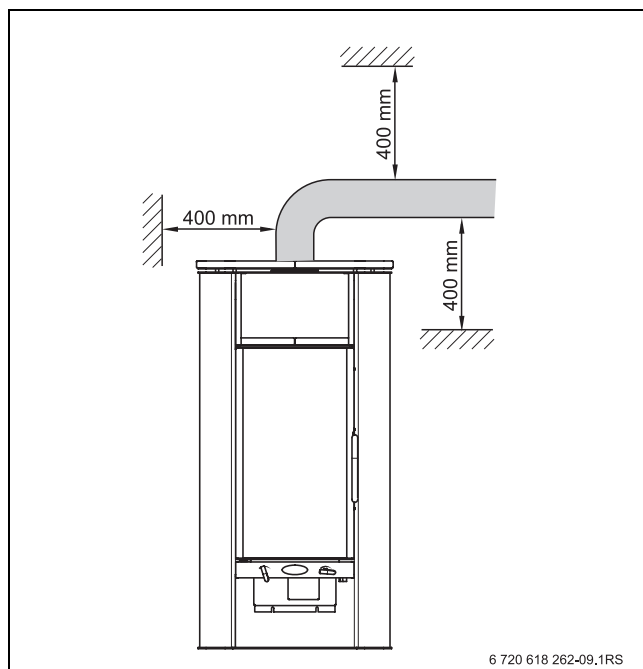

Bild 9 Sicherheitsabstände des Abgasrohrs
- Sicherheitsabstände der Abgasrohre zu brennbaren Bauteilen nach EN 1856-2 (→ Bild 9) einhalten.